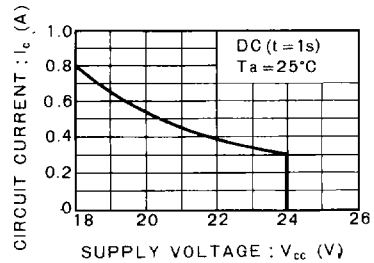

Fig.21 ASO 参考データ
*1 ASO 内であること (Fig.21 参照)
出力パワートランジスタの ASO（安全動作領域 Fig. 21 参照）内であれば絶対最大定格（V_{CCMax}=24.0V）まで IC に異常は発生しません。また、通常動作時は推奨動作電源電圧範囲内で使用してください。これらを越えると破壊の原因となります。